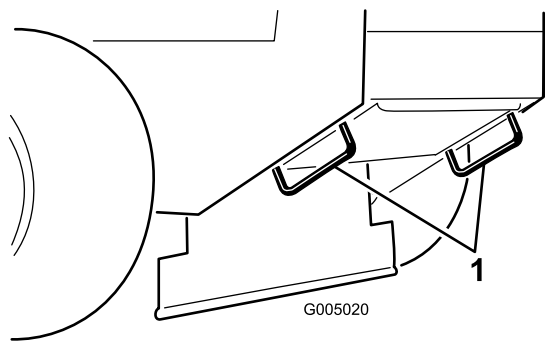

Bild 12
5. Befestigen Sie die Maschine mit den Metallbefestigungsschleifen und Riemen, Ketten, Kabel oder Seilen am Anhänger oder LKW (Bild 12).